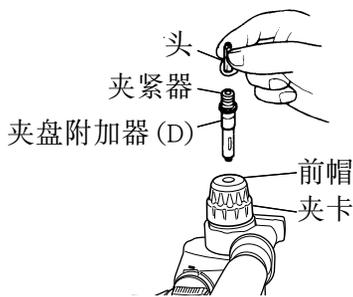

图 21
● DH18DBL (图 21)
5. 旋木螺丝时 (图 21)